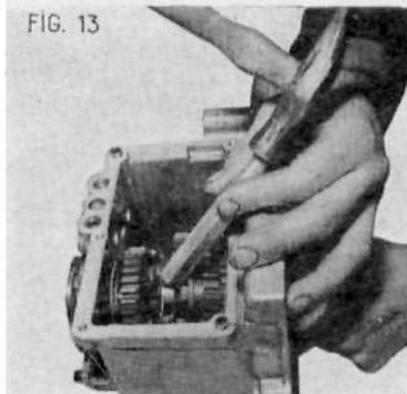

FIG. 13
- Utiliser un jet et un marteau (fig. 13).